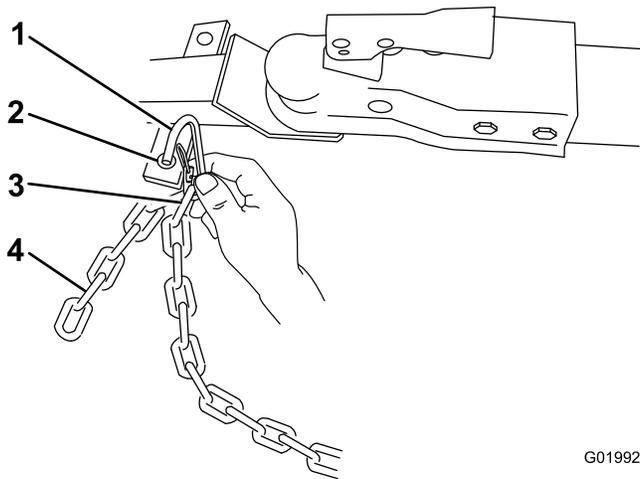

Figure 21
- Accrochez chaque bout de la chaîne au point de montage de la chaîne de sécurité du véhicule tracteur à l'aide des maillons d'attache (Figure 21).